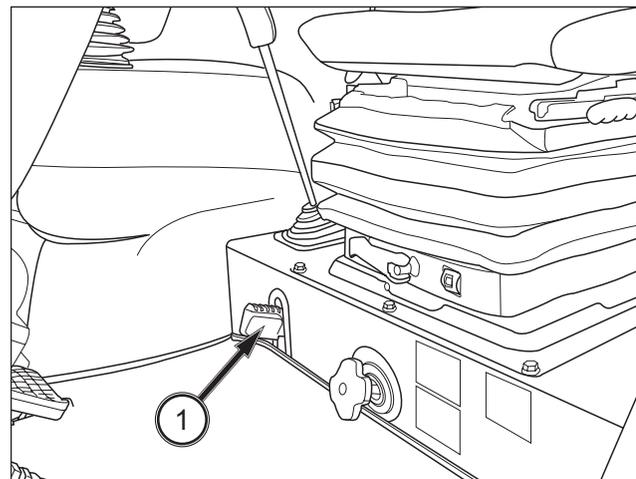

FIG. 66
**FIG. 66 :** Quand la pédale de verrouillage du différentiel (1) est enfoncée, les deux essieux arrière sont verrouillés pour assurer une motricité identique aux deux roues arrière. Cela est particulièrement important lorsque vous travaillez sur un sol meuble ou un terrain glissant.